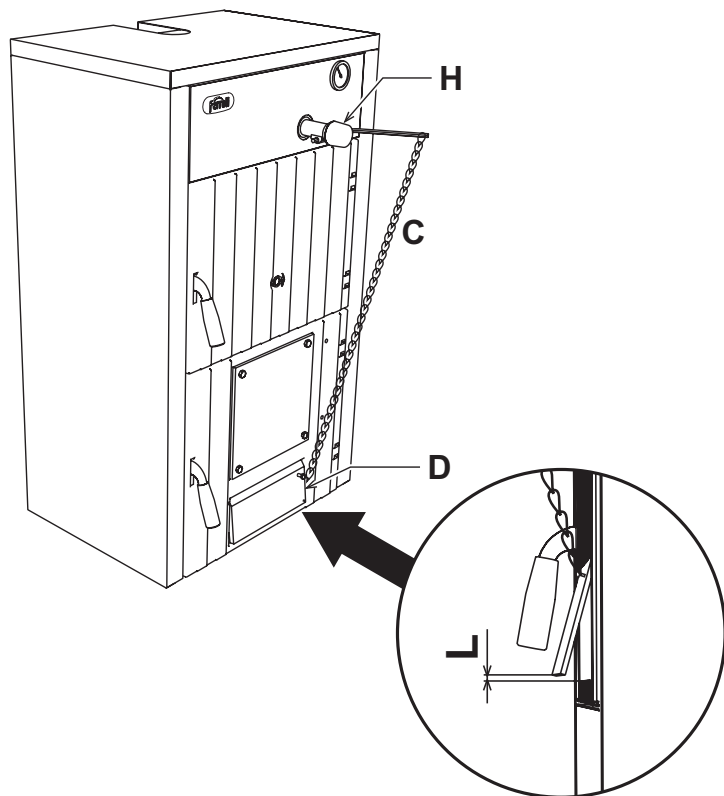

рис. 2 - Установка
2. Установите термостатический регулятор "Н" рис. 2.
4. С помощью предусмотренного для этой цели винта регулируйте дверцу воздухозаборника так, чтобы при опущенной дверце величина зазора для прохода воздуха составляла 1 - 2 мм, но не более. При холодном котле поставьте термостат на 60°. Прикрепите цепочку "С" к проушине "D" дверцы воздухозаборника и регулируйте ее длину так, чтобы зазор для прохода воздуха "L" (рис. 2) составлял около 15 мм при использовании каменного угля "соке III" и 2 мм при использовании древесного топлива.
С помощью предусмотренного для этой цели винта регулируйте дверцу воздухозаборника так, чтобы при опущенной дверце величина зазора для прохода воздуха составляла 1 - 2 мм, но не более. При холодном котле поставьте термостат на 60°. Прикрепите цепочку к проушине дверцы воздухозаборника и регулируйте ее длину так, чтобы зазор для прохода воздуха "L" (рис. 2) составлял около 15 мм при использовании каменного угля "coke III" и 2 мм при использовании древесного топлива.